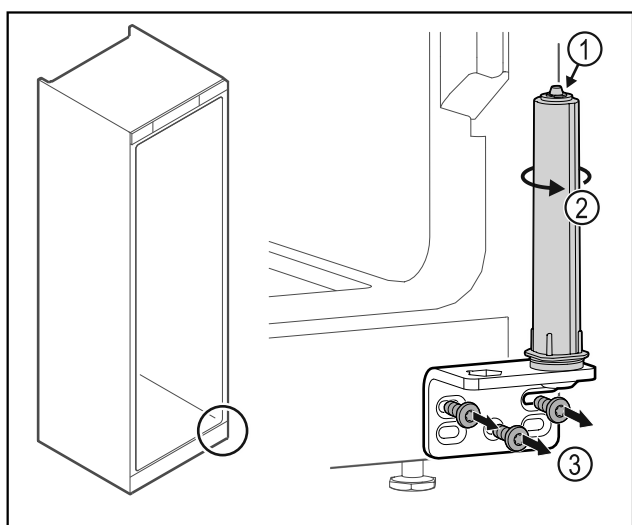

Fig. 25
- Systemu blokującego drzwi Fig. 25 (1) nie należy demonstrować.
- System blokujący Fig. 25 (2) obrócić do momentu, aż kliknie.
- Odkręcić zawias Fig. 25 (3).